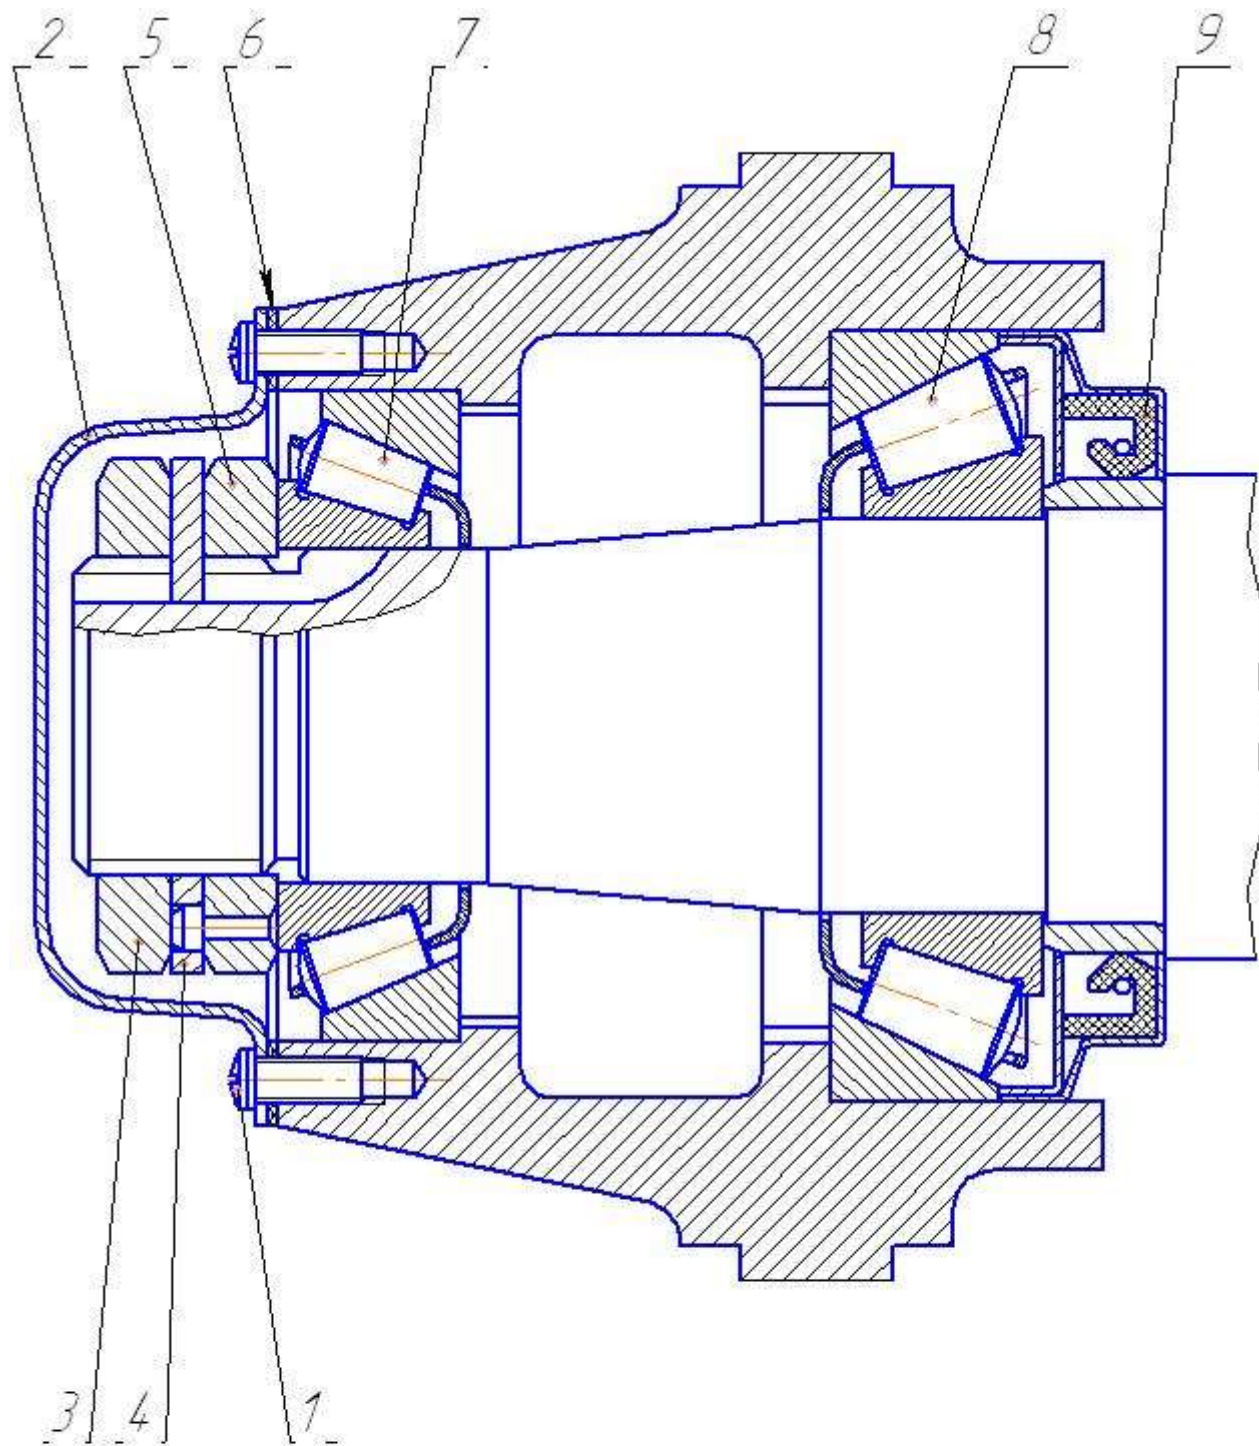

Рисунок 13 – Регулировка подшипников ступиц колес
- отвернуть винты 1 (рисунок 13) и снять крышку 2 ступицы;